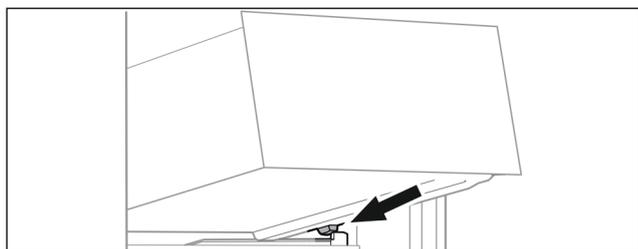

Fig. 99
- ▶ 将抽屉斜放在容器肋梁上的止动器后面。(参见 Fig. 99)